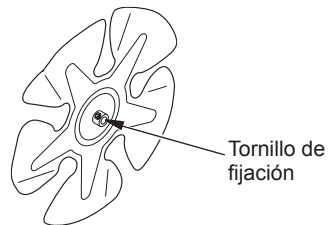

Figura 7. Ubicación del tornillo de fijación
3. Use una llave hexagonal para aflojar el tornillo de fijación que sostiene el eje del motor (consulte la figura 7). Retire el ventilador. Tenga cuidado de no dañar la inclinación de las aspas del ventilador.
3. Use una llave hexagonal para aflojar el tornillo de fijación que sujeta el ventilador al eje del motor (consulte la figura 7, página 7).